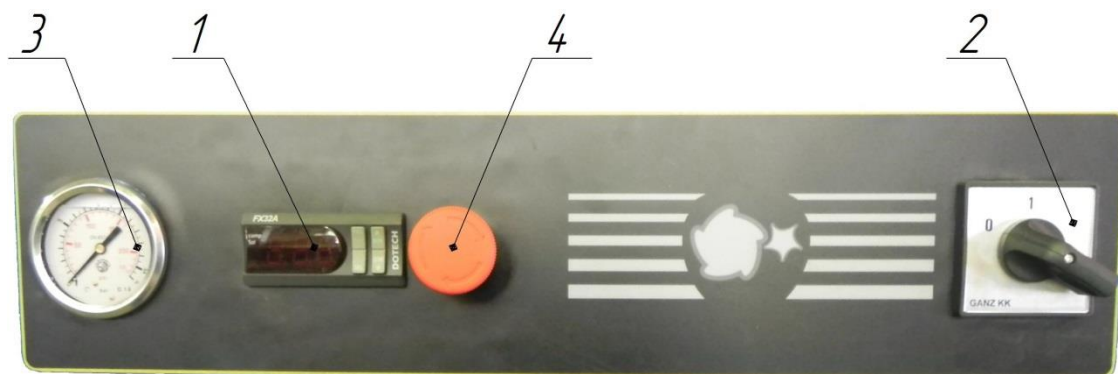

Рисунок 6
**13 - Панель управления** (см. рисунок 1 или 2, или 3). На лицевую сторону панели управления вынесены следующие органы управления, контрольно-измерительная и сигнальная аппаратура (рисунок 6):